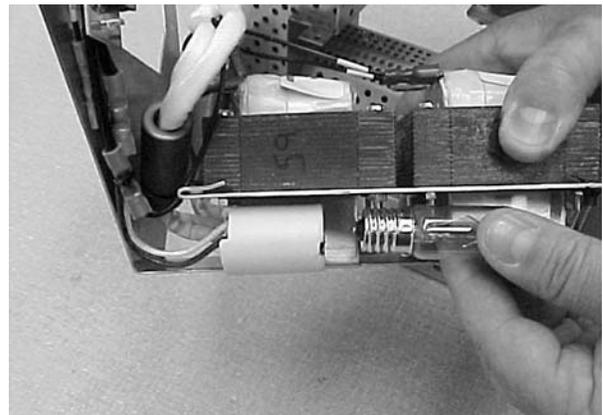

Figure 4-16 Remplacement de l'ampoule d'allumage
2. Voir la figure 4-16. Couper ou retirer le frein de filet de la base de l'ampoule pour retirer celle-ci.